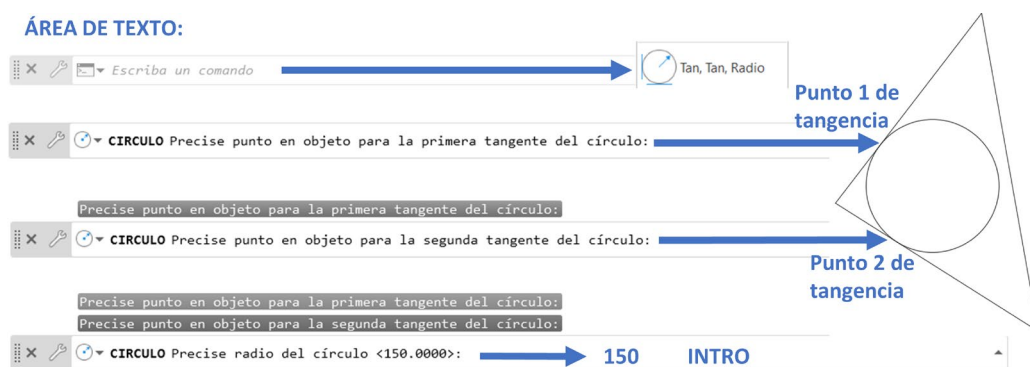

Figura 3.5. Dibujo de circunferencia utilizando el *Área de texto*.
• **Ejemplo dibujo de circunferencia (Figura 3.5):**